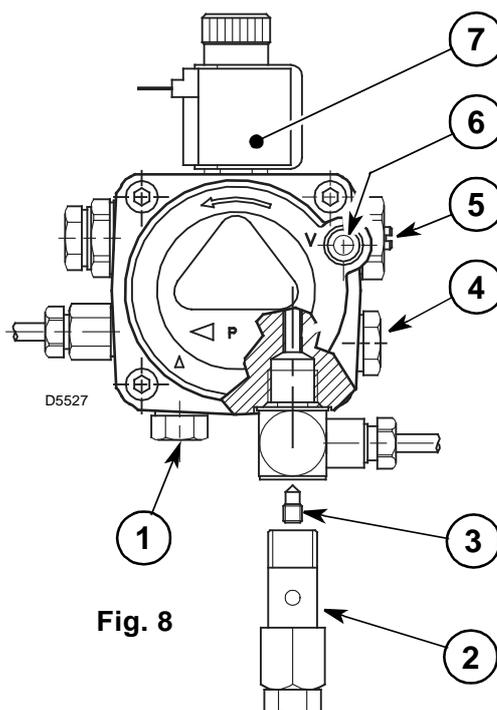
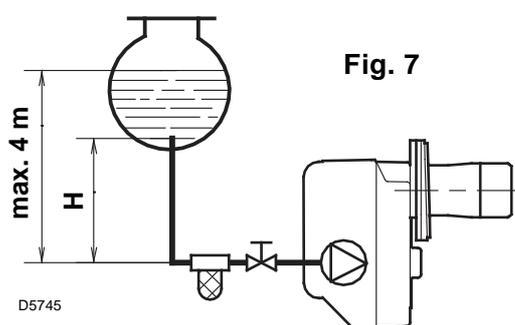

Fig. 8
Fig. 7
- De pomp is voorzien voor een installatie met twee leidingen. Draai bij één leiding de koppeling van de terugloopleiding (2) los, verwijder de by-pass schroef (3) en draai de koppeling (2) opnieuw aan, (zie fig. 8).
Bij een installatie zoals in fig. 7, de vacuümmeteraansluiting (6, fig. 8) losdraaien tot er brandstof ontsnapt.